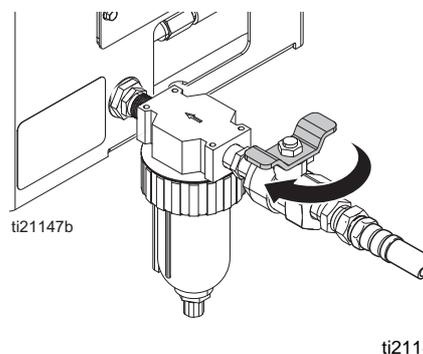

**FIG. 10**
16. Monter le kit fourni contenant une vanne à bille de purge et un filtre à air pour l'admission d'air (référence Graco 24R707) sur l'admission d'air femelle de 1/4 PTN (J). Voir FIG. 10.